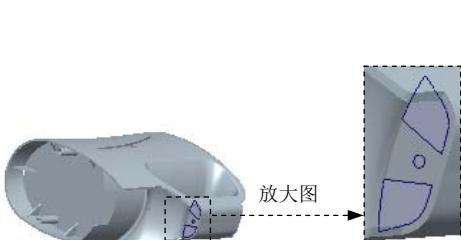
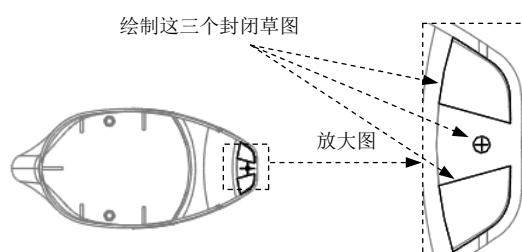

图 17.8 平整曲面
图 17.9 截面草图
Step7. 创建图 17.8 所示的平整曲面。
(1) 单击 **分型面** 操控板 **曲面设计** ▾ 区域中的“填充”按钮 ，此时系统弹出 **填充** 操控板。
(2) 在绘图区中右击，从系统弹出的快捷菜单中选择 **定义内部草绘…** 命令，选取 ADTM1 基准平面为草绘截面。草绘平面的参考平面为 MOLD_RIGHT 基准平面，方位为 **左**，单击 **草绘** 按钮，进入草绘环境，绘制图 17.9 所示的截面草图（使用“投影”命令绘制截面草图），完成后单击 按钮。